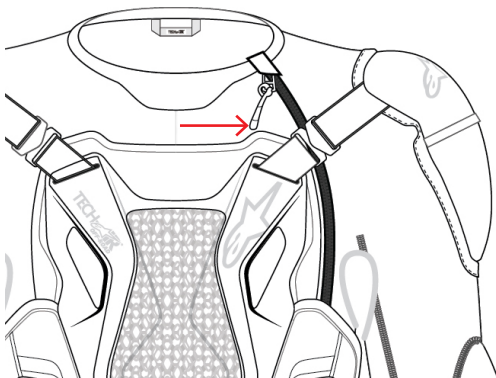

Abbildung 8: Einschalten des Systems durch Schließen des Aktivierungsreißverschlusses (1)
Um das Tech-Air[®] Off-Road System zu benutzen, muss der Benutzer das System einfach anlegen/tragen und den Aktivierungsreißverschluss (1) von unten nach oben schließen (Abbildung 8). Ein interner Sensor erkennt automatisch, dass der Aktivierungsreißverschluss (1) geschlossen wurde und das System schaltet sich ein.